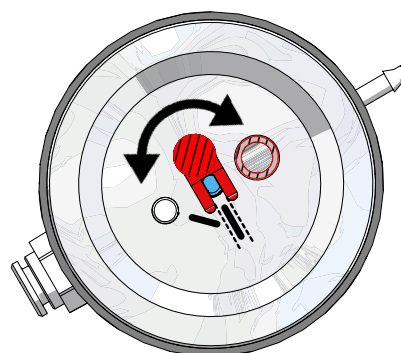

图 13
- ⇒ 定量喷嘴必须用25 - 70 μm砂罐来调整 (图13) !